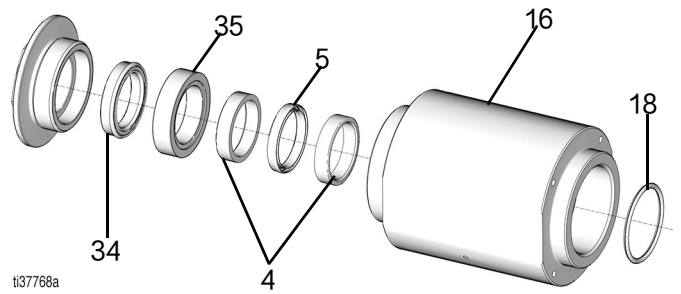

图 18
1. 用密封配件包中的新配件更换 O 形面密封圈 (18) (图 18)。
2. 用密封配件包中的新配件更换备用喉管密封 (34) (图 18)。
3. 用密封配件包中的新零配件更换喉管密封 (5) 和喉管密封支撑环 (4) (图 18)。